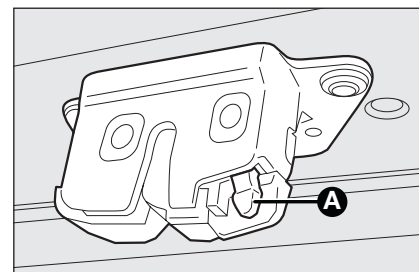

fig. 72
- en opérant à l'intérieur du coffre à bagages, appuyer sur le levier **A-fig. 72**, et ouvrir le hayon.